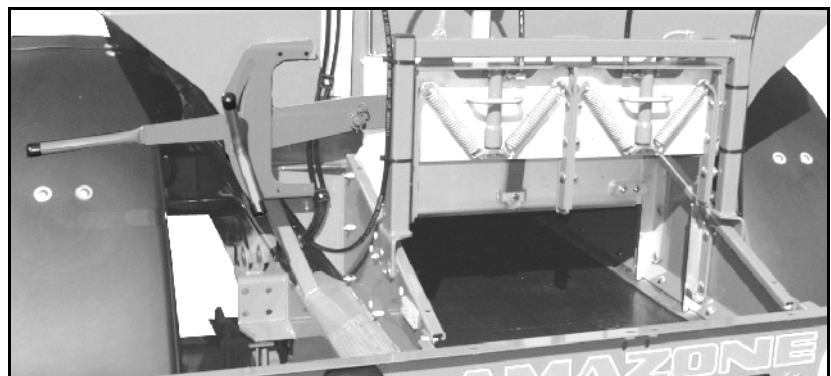

Fig. 23
Après avoir introduit la largeur de travail, le volume nominal, la vitesse prévue et la densité, réglez la position principale de trappe conseillée sur le **ZG-B** (Fig. 23).
6.  Prédosez jusqu'à ce que l'engrais ait atteint l'extrémité de la bande de fond (Fig. 23).